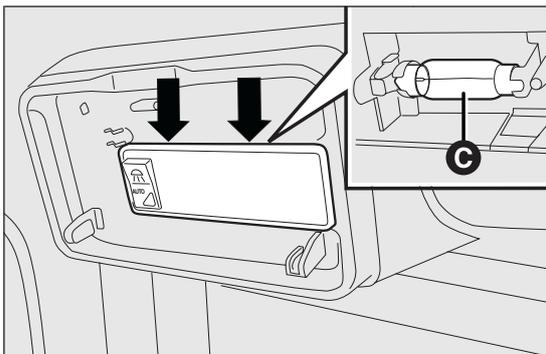

fig. 164
- ❑ sostituire la lampada C fig. 164 svincolandola dai contatti laterali accertandosi che la nuova lampada risulti correttamente bloccata tra i contatti stessi;